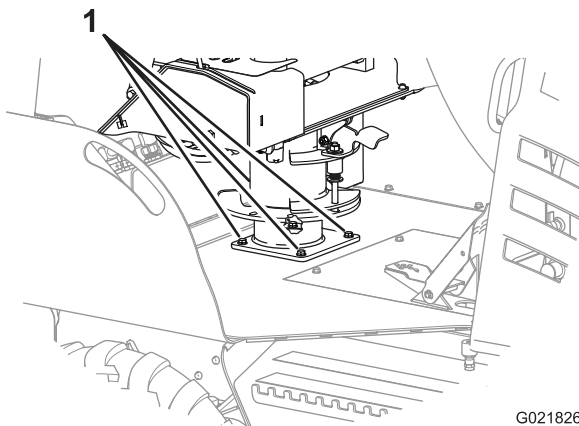

Figure 98
2. Vérifiez que les 4 boulons qui fixent le siège au châssis de la machine sont serrés à un couple de 5,4 à 6,8 N m (48 à 60 po-lb); voir Figure 98.